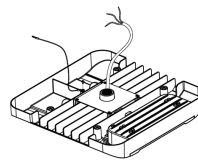

FIGURE 2
- (1) Fixer un côté de la corde de sécurité au luminaire et l'autre côté au plafond pour fixer le luminaire pendant l'installation. (FIGURE 2)